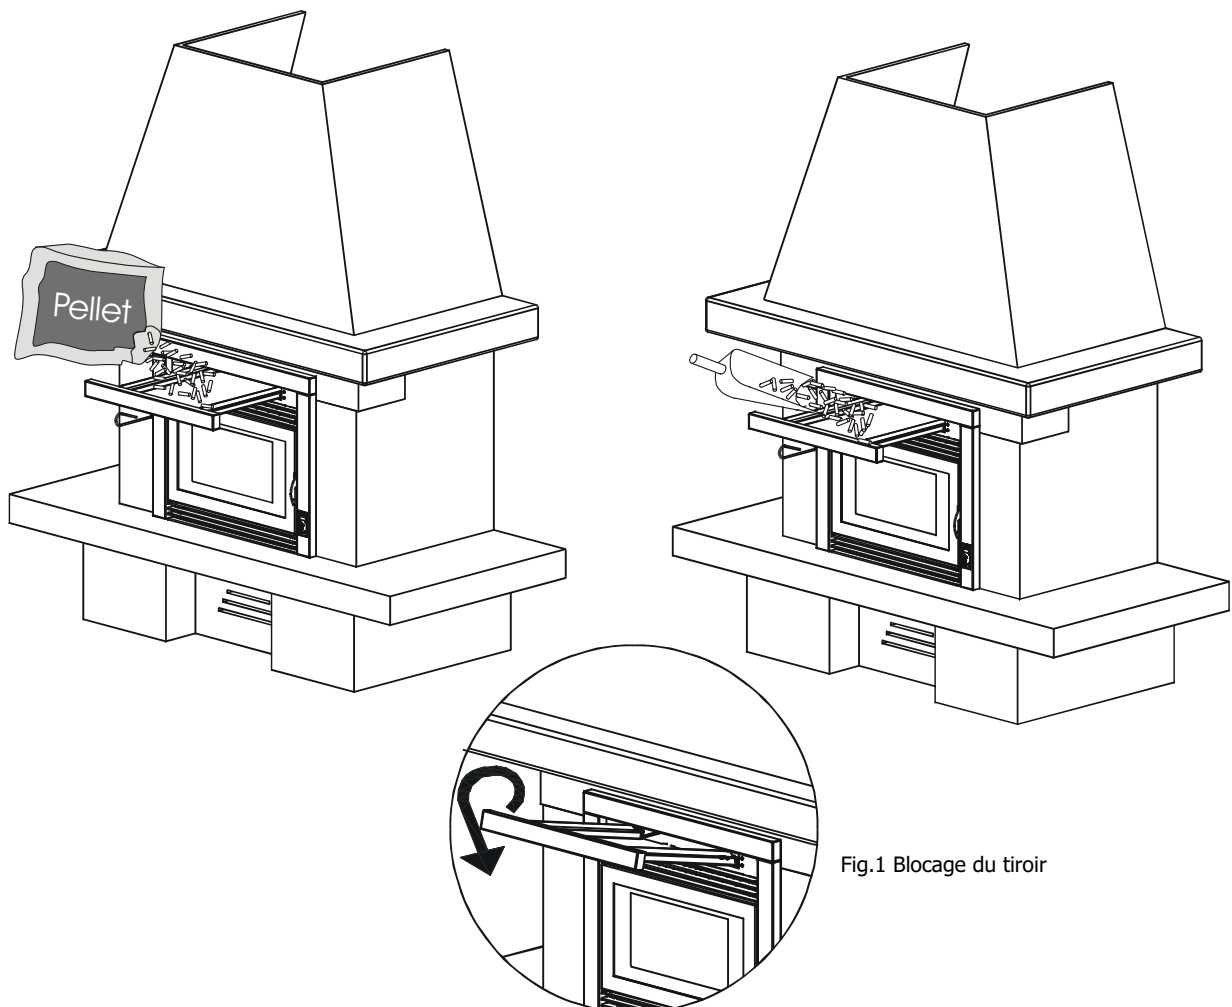

Fig.1 Blocage du tiroir
- Ouvrir le tiroir avec le crochet en dotation. Les glissières du tiroir sont munies d'une butée qui bloque la partie mobile au point d'ouverture maximum. Pour bloquer le tiroir au point d'ouverture maximum, le soulever légèrement et le tirer à soi. (figure 1)
- Verser les pellets sur le plateau, soit directement à partir du sac soit en utilisant la palette fournie en dotation (A)
- Pousser les pellets vers le réservoir avec l'accessoire (B) fourni en dotation.